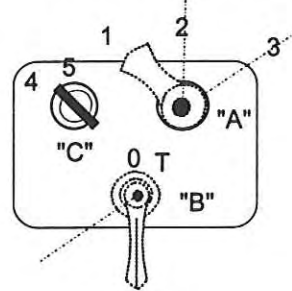

FIG.1
- Fig. 1: La llave C está bloqueada en la posición "4"